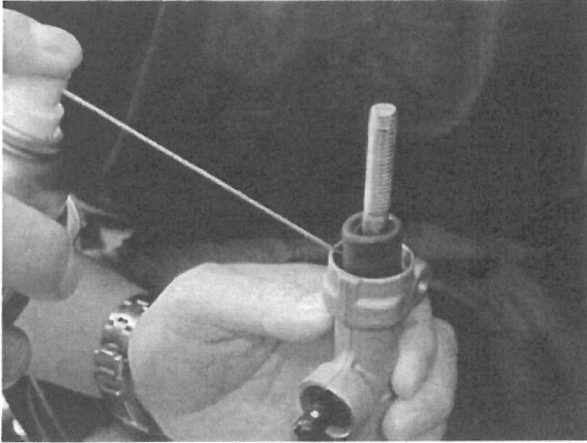

図 1
1. ノーマルステップからリアブレーキマスターシリンダーを外し、ダストブーツを取り外してください。軽く引っ張っても抜けない場合は、ラスペネや5-56等の潤滑油を使用して下さい(図1)。